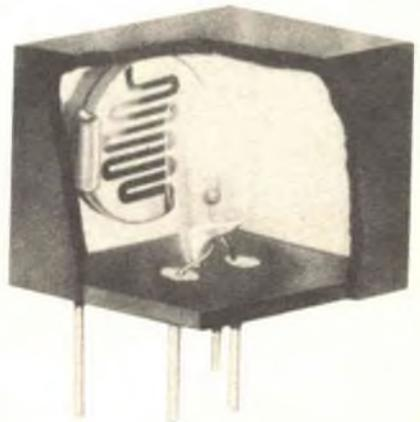

Fig. 4 - Cellula fotoconduttrice e lampadina in involucro impermeabile alla luce della National Semiconductor.
**Tipi integrati** - Sempre più popolari stanno diventando certi moduli contenenti sorgenti luminose e fotocellule a circuito integrato. Un esempio è riportato nella *fig. 4*. La resistenza effettiva della cellula dipende dalla luminosità della lampadina. La resistenza tipica in conduzione è di 500  $\Omega$  e quella in non conduzione è di 10 M $\Omega$ . Il rapporto tra queste due resistenze consente il progetto di potenziometri audio silenziosi, di controlli modulati di guadagno e di altri simili circuiti. La lampadina ha una bassa inerzia termica e richiede una bassa corrente di funzionamento (15 mA a 10 V). I complessi fotorivelatori-lampadina possono essere usati come attenuatori a L in circuiti sia audio sia RF, perché la fotocellula ha induttanza bassissima essendo essenzialmente resistiva.